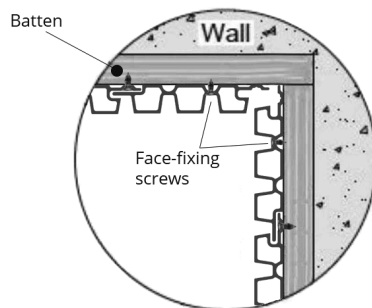

FIG. 11 – FIJACIÓN VISTA A TRAVÉS DEL HUECO ENTRE LAMAS EXPUESTO
- 04 Coloque la tabla e introduzca los tornillos de fijación vista a través de los agujeros guía. Apriete firmemente sin apretar en exceso (fig. 11).